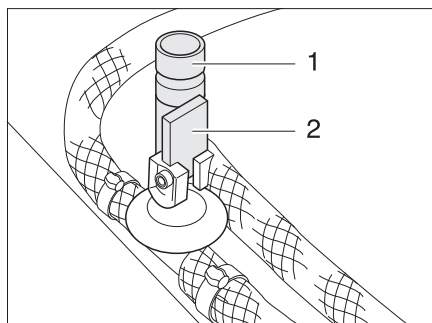

Bild 130 Avtappningskranar för Truma varmvattenberedare
- Stäng alla avtappningskranarna för varmvattenberedaren. Ställ då vipparmen (Bild 130,2) i vågrätt läge och vrid ventillocket (Bild 130,1) medurs.
- Öppna alla avtappningskranarna för varmvattenberedaren. Ställ då vipparmen (Bild 130,2) i vågrätt läge och vrid ventillocket (Bild 130,1) moturs.